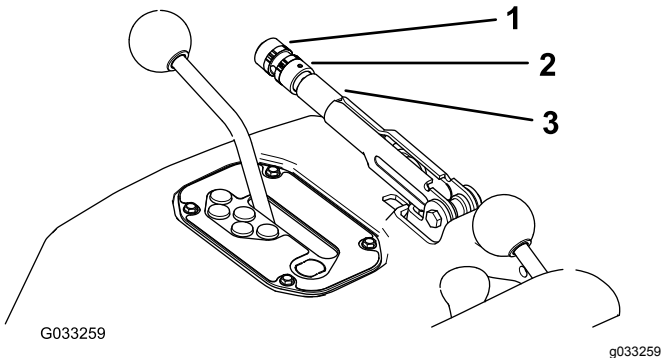

図 78
2. 調整ノブをブレーキレバーに固定している固定ねじをゆるめる 図 78。
3. ノブ 図 78 を回し、20-22kg 程度の力でブレーキを作動させられるように調整する。
4. 調整が終わったら固定ねじを締める 図 78。